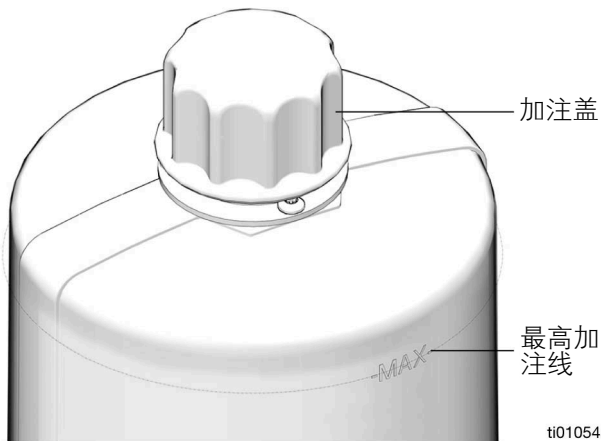

图 22
- 切勿加注过量（图 22）。
- 取下加注盖 (Z)（图 22）。
- 将机油倒入储罐，直至最大注入线 (b) 处（图 22）。
- 重新装上加注盖 (Z)。用手牢牢拧紧盖子。